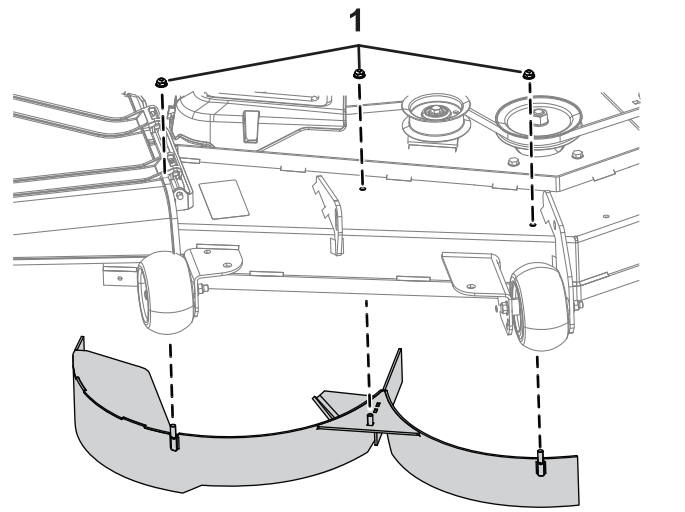

Figura 2
1. Instale el deflector derecho usando 3 tuercas (5/16"), como se muestra en la Figura 2. Apriete las fijaciones a mano.